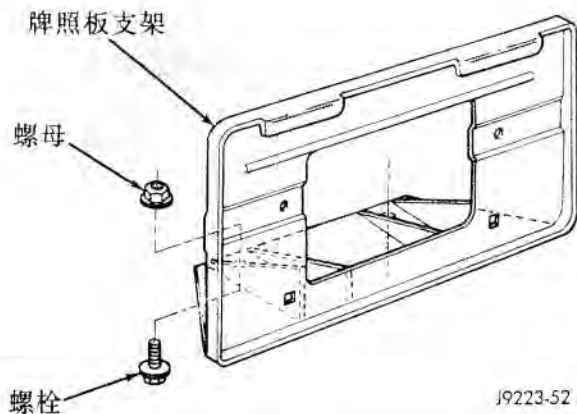

图 9 保险杠牌照板支架的拆装
(11) 从保险杠本体上拆下牌照板安装支架 (图 9)。
(6) 将牌照板安装支架装于保险杠本体上 (图 9)。将螺母拧紧。